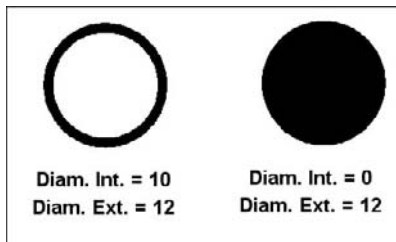

Fig.4.45
- [4] Pointer le(s) centre(s) du ou des anneaux ou appuyer sur Entrée pour quitter la commande (fig.4.45).